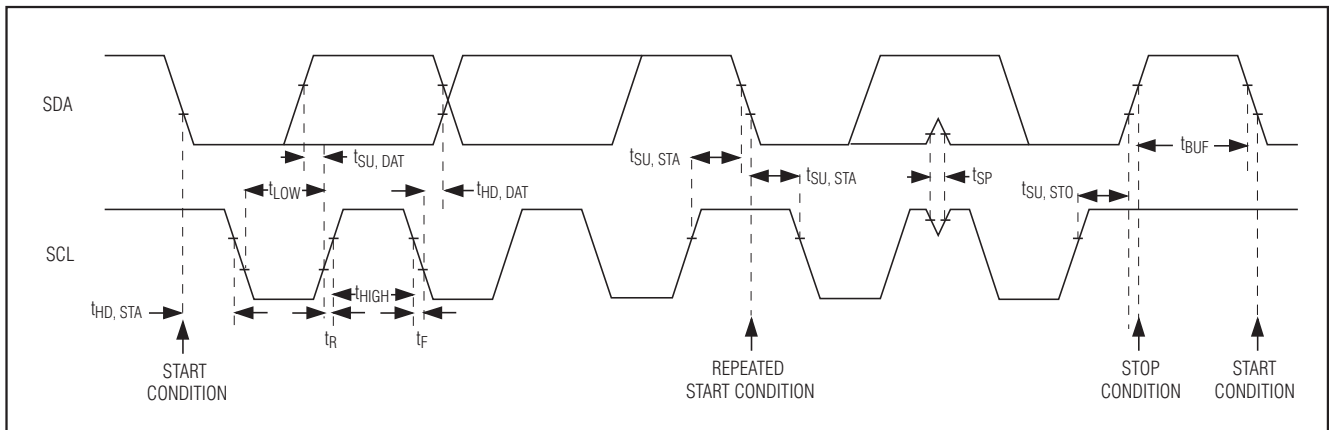

图6. I2C串行接口时序示意图
MAX9598具有一个I2C/SMBus™兼容的2线串行接口，包括一条串行数据线(SDA)和一条串行时钟线(SCL)。SDA和SCL能够支持MAX9598与主控制器之间以最高400kHz的时钟速率通信，图6所示为2线接口的时序图。主控制器在总线上产生SCL并启动数据传输。主器件通过发送START (S)条件、相应的从地址(R/̄W位置0)、寄存器地址和随后的数据字，向MAX9598写数据。每个发送序列均由START和STOP (P)条件打包成帧。发送到MAX9598的每个